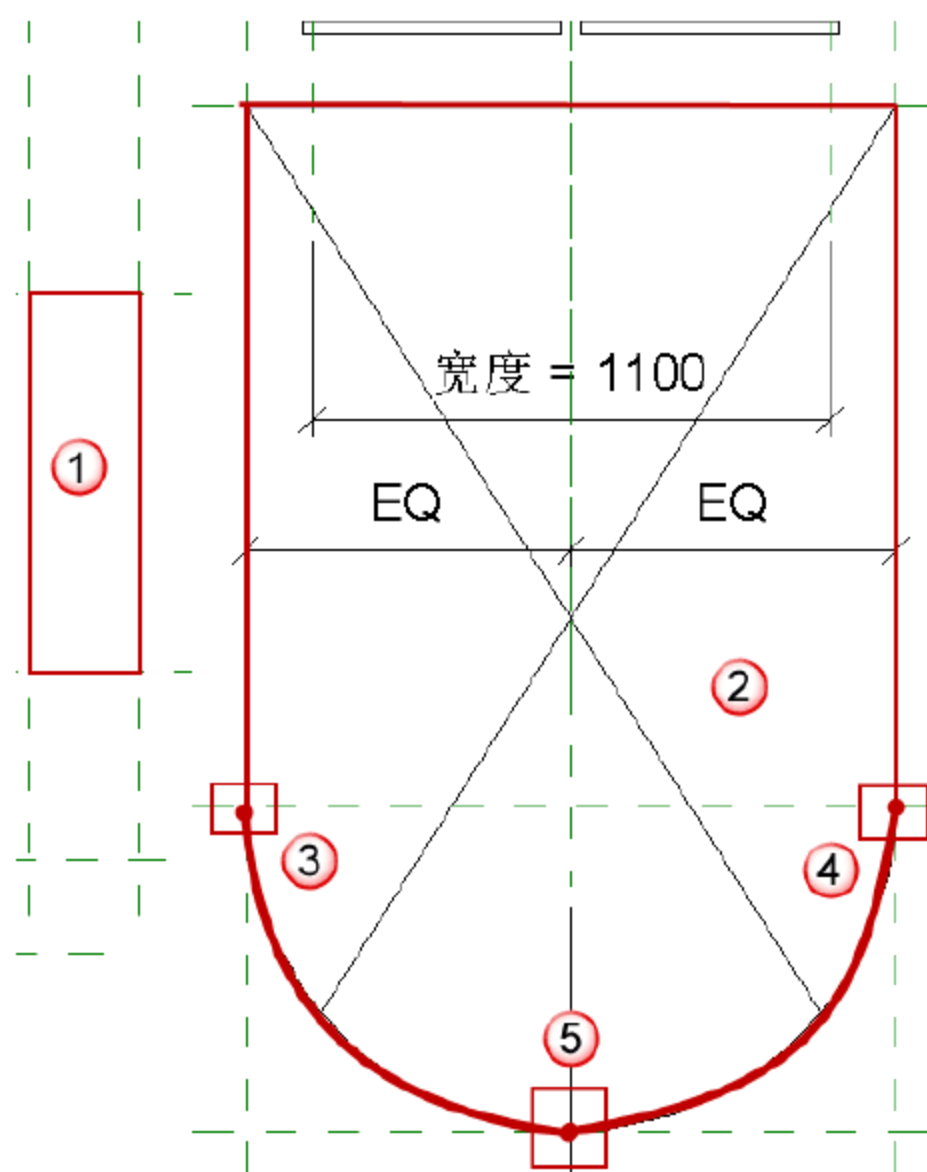

图 8.4.19 绘制电梯轿厢及平衡块平面图
(15) 绘制电梯轿厢及平衡块平面图。选择“注释”→“符号线”命令，分别选择绘
制方式和子类型为“直线”和“门投影”。首先绘制出平衡块平面图即图 8.4.19 中的①。接着绘制电梯轿厢即②，先绘制③~④以上的矩形部分后切换绘制方式至“起点-终点-半径弧”，以③、④及⑤为端点绘制出弧形部分。切换绘制方式至“直线”，绘制出图中的两条交叉线，完成电梯轿厢及平衡块平面图的绘制。